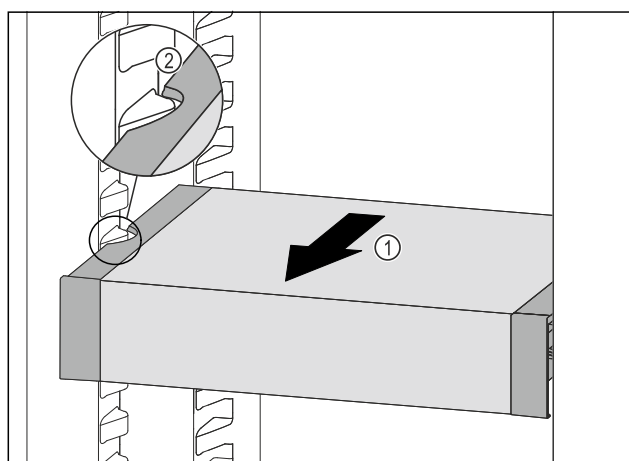

Fig. 248
- Ladicu VarioSafe vucite prema naprijed Fig. 248 (1) sve dok se bočni otvori ladice VarioSafe ne nađu na visini žlijeba spremnika u hladnjaku. Fig. 248 (2)